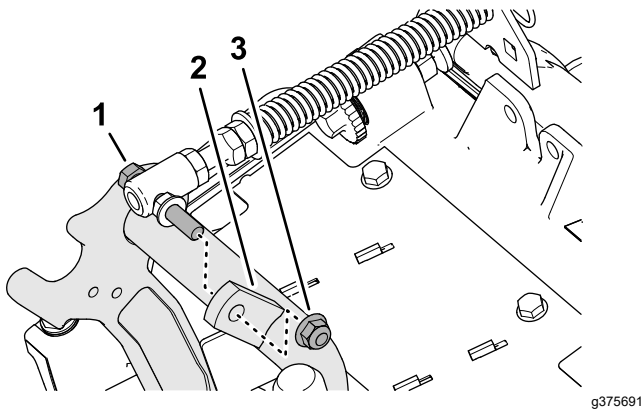

Figura 9
3. Retire la contratuerca con arandela prensada ($\frac{3}{8}$ ") que fija el tornillo del muelle de compensación del céspede a la pestaña derecha del bastidor de tiro, y retire el muelle de compensación de la unidad de corte (Figura 9).